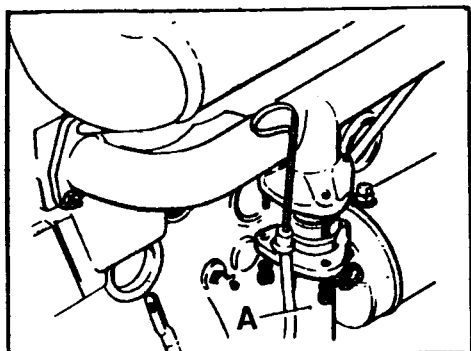

Fig. A1-21 Desmontaje del tubo de escape
- 1.4. Desconectar el tubo de escape, A (Fig. A1-21) de su unión al colector y de su unión al segundo tramo del tubo de escape.